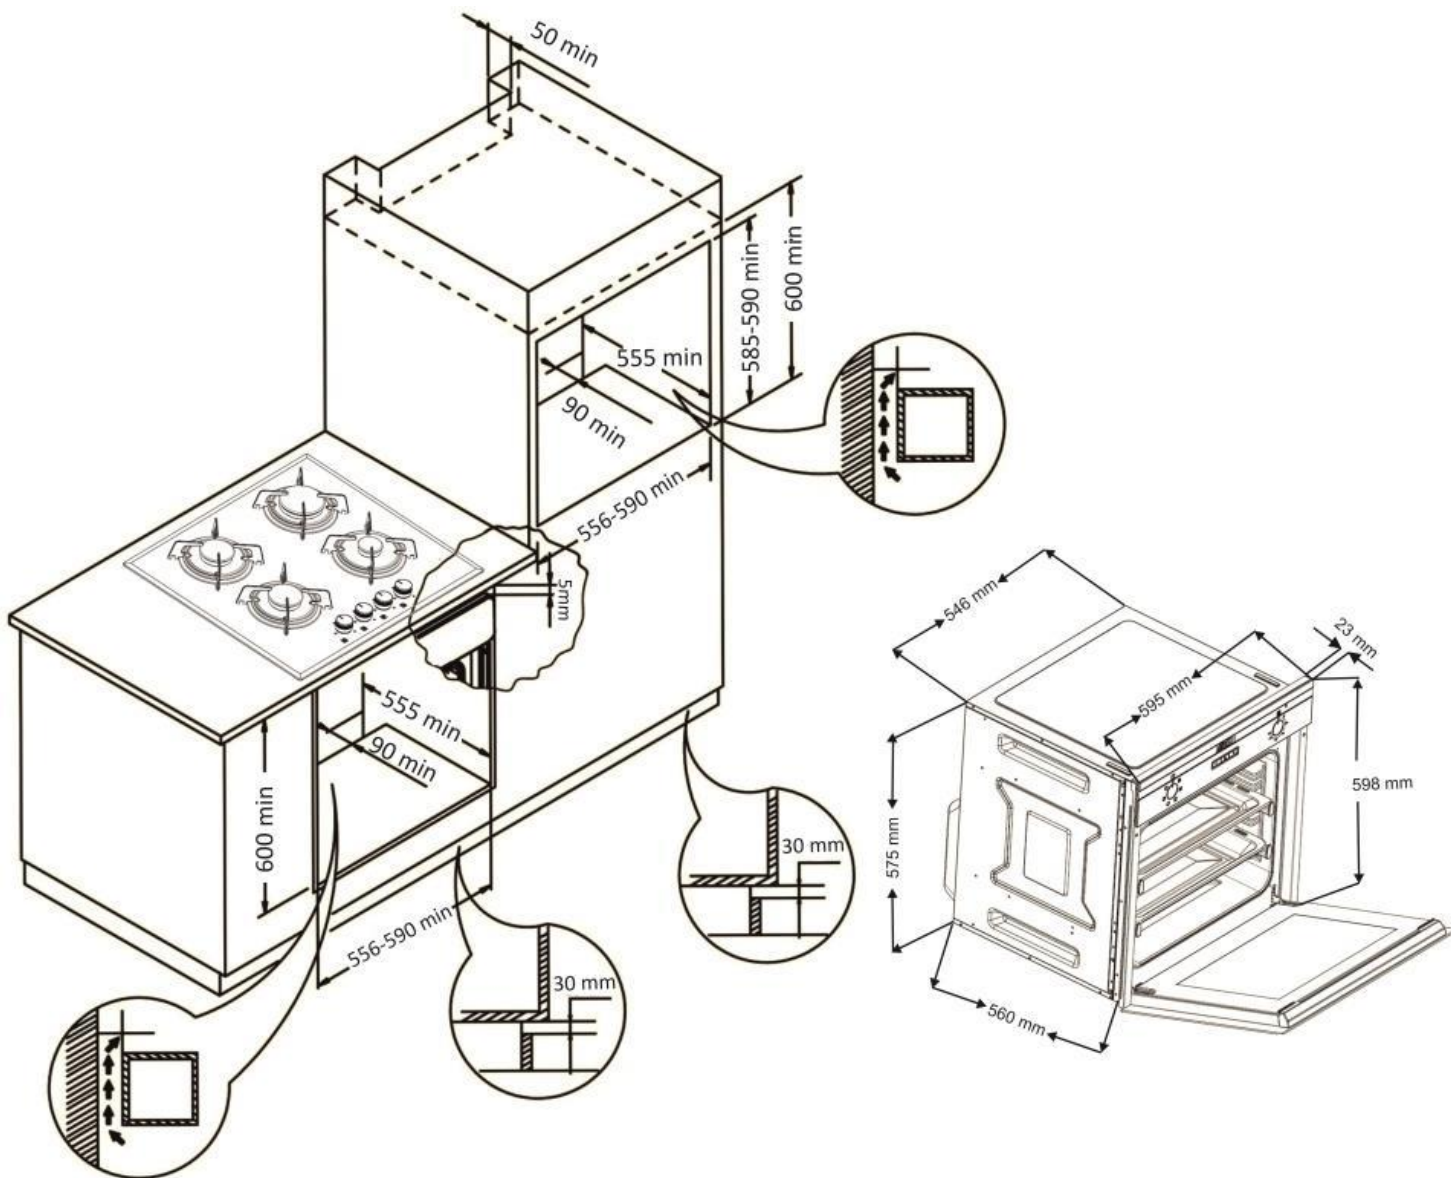

Рисунок 1
- Для нормальной работы встроенного духового шкафа размеры ниши для встраивания, куда он будет монтироваться, выбор материала, который должен быть устойчив против высоких температур, должны быть верными. Пожалуйста, производите установку согласно размерам, указанным на рис. 1.
- Для обеспечения большей циркуляции воздуха монтаж следует выполнять так, как указано на рис. 1.